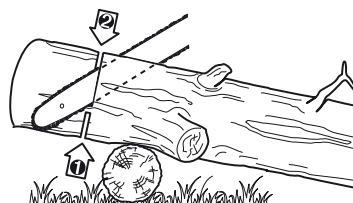

Fig. 41
- > Si le tronc est surélevé d'un seul côté (Fig. 41), coupez environ 1/3 de son diamètre par en dessous, puis terminez la coupe par le dessus, de manière à rejoindre la première entaille.